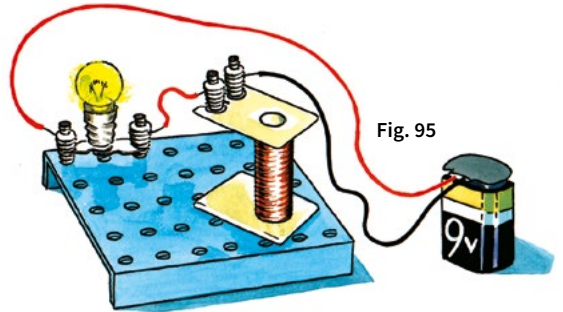

Fig. 95
a) Nous fermons le circuit en reliant l'ampoule, le bobinage et la pile, comme indiqué à la fig. 95. L'ampoule brûle très légèrement. Il est évident que le long et fin fil du bobinage ne laisse pas passer autant de courant que le fil plus épais et plus court. Le fil offre une résistance au passage du courant.